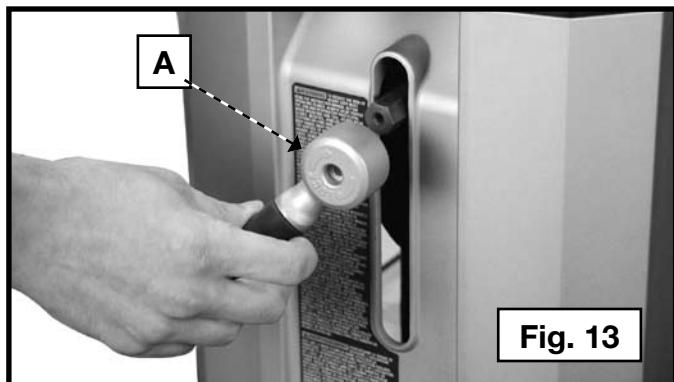

Fig. 13
Le dispositif de verrouillage du porte-lame (A) fig. 13, sert à éliminer les entailles produites sur la planche étant aplaniées. Les entailles peuvent aussi être éliminées en aboutant les planches et en les acheminant ainsi dans la raboteuse. Les planches de longue portée doivent être soutenues au moment de les acheminer dans la raboteuse pour aider à éliminer les entailles.